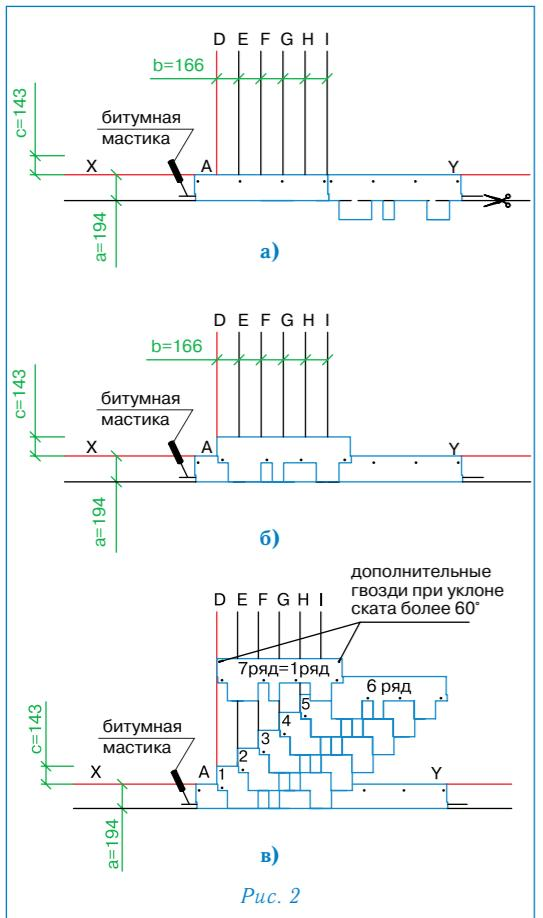

Рис. 2
Укладка материала (рис. 2)
- Начальный ряд формируется из листов черепицы АЛЬПИН с обрезанными лепестками. Полученные таким образом полосы шириной 19,4 см укладываются по линии карниза в обе стороны от линии I (рис. 2а) и фиксируются по нижнему краю битумной мастики, а по верхней кромке 4 гвоздями (ось гвоздей на 5 см ниже верхнего края полосы);
- далее первый ряд черепицы укладывается от линии AD (рис. 2б);
- второй ряд укладывается от линии E (со смещением 16,6 см от AD) (рис. 2в);
Каждый лист черепицы АЛЬПИН крепится 4 гвоздями таким образом, чтобы гвоздь прошивал и верхний край низлежащего листа черепицы (рис. 2в).